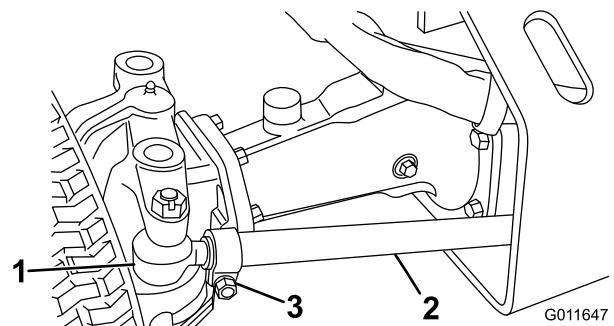

Figura 52
2. Retire la chaveta y la tuerca de cualquiera que fijan la junta esférica de una de las bielas al soporte ubicado en el eje, y desconecte la junta esférica del eje (Figura 52).
3. Afloje el tornillo de la abrazadera de la biela (Figura 52). Gire la junta esférica hacia dentro o hacia fuera para ajustar la longitud de la biela.